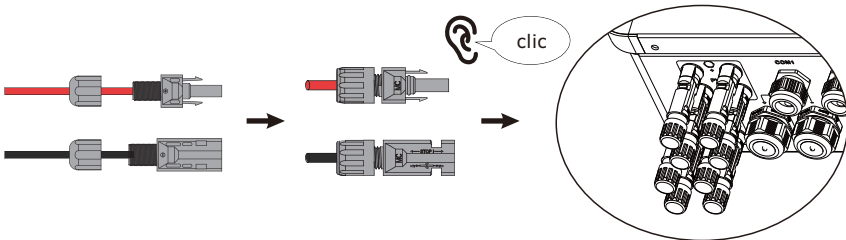

Figura 4.1-4 El conector FV está conectado al inversor
Paso 4. Enrosque la tuerca y enchúfela en el lado del inversor. Se oirá un «clic» si los conectores están insertados correctamente en los enchufes FV, como se muestra en la Figura 4.1-4.